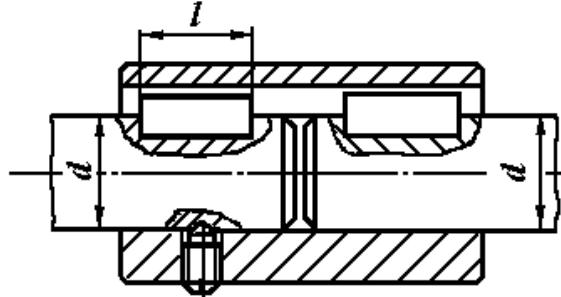

Рисунок 6.5
**Задача 5.** Втулочная муфта, соединяющая два вала диаметрами  $d$ , передает крутящий момент  $T$  (таблица 6.5) с помощью призматических шпонок (рисунок 6.5). Из условия равнопрочности вала и шпонки определить размеры последней. Вал изготавливается из стали Ст 5